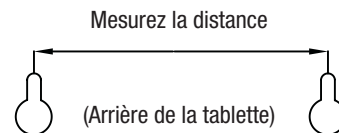

Figure 1
**ÉTAPE 2:** Tracez une ligne sur le mur à l'aide du niveau afin de déterminer l'emplacement des trous. Mesurez la distance requise entre les vis pour installer le cube mural. Marquez l'emplacement des vis aux endroits désirés, tel qu'illustré à la **Figure 1**.